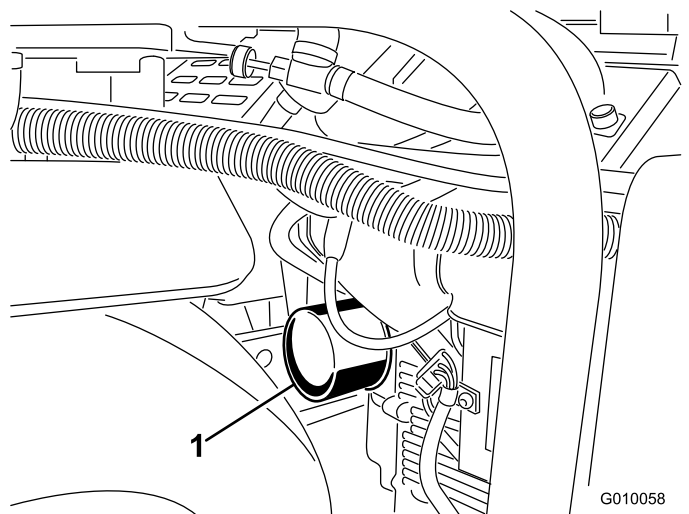
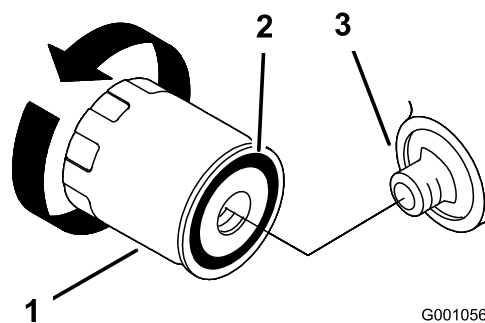

Figura 44
Figura 45
5. Coloque un recipiente poco hondo o un paño debajo del filtro para recoger el aceite (Figura 44).
6. Retire el filtro usado (Figura 44 y Figura 45) y limpie con un paño la superficie de la junta del adaptador del filtro.